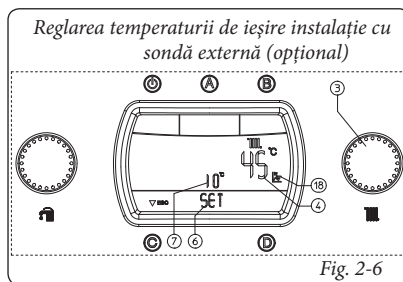

Fig. 2-6
• **Funcționarea cu sonda externă (Fig. 2-6) opțională.** În cazul unei instalații cu sonda externă opțională temperatura de ieșire a centralei pentru încălzirea mediului ambiant este administrată de sonda exterioară în funcție de temperatura exterioară măsurată (Parag. 1.5
și parag. 3.8 în capitolul “P66”). Este posibilă modificarea temperaturii de ieșire de la -15°C la +15°C în funcție de curba de reglare (Fig. 1-8 valoare Offset). Această corelație, care poate fi acționată prin intermediul selectorului (3) se menține activă pentru orice temperatură exterioară măsurată, modificarea temperaturii offset este vizualizată prin intermediul indicatorului (7), pe indicatorul (4) este vizualizată temperatura de ieșire actuală și după câteva secunde de la modificare este actualizată cu noua corectare, pe display apare indicația “SET” (Fig. 2-6). Rotiți selectorul (3) în sens orar pentru a mări temperatura și în sens antiorar pentru a micșora temperatura.